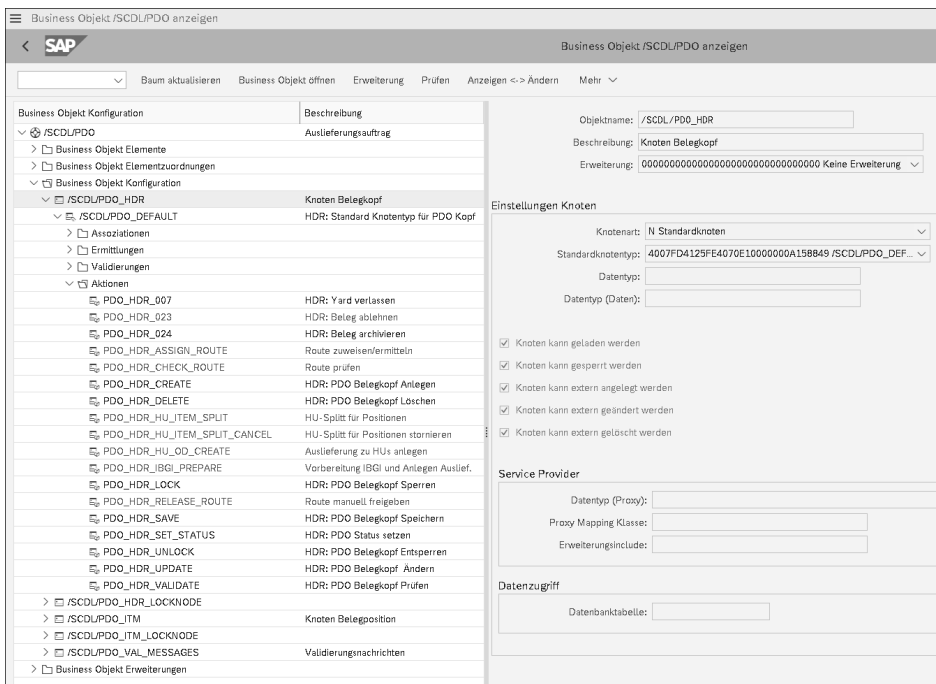

Abbildung 2.2 BOPF-Konfigurationsoberfläche zu Objekt /SCDL/PDO
BOPF kontrolliert die Geschäftslogik der Anwendung und sorgt für die Bereitstellung, Pufferung und Speicherung von Daten. Somit sind Geschäftslogik und Datenverwaltung strikt voneinander getrennt, ebenso wie die Änderung und Kontrolle der verwalteten Daten. Aus Sicht der Softwarekomponente der Applikationsplattform (AP) ist das heutige BOPF, wie es in verschiedenen SAP-Produkten verwendet wird (z. B. SAP Transportation Management (SAP TM)), nicht mehr mit dem in EWM verwendeten BOPF kompatibel; die Grundlagen sind jedoch in der EWM-Lieferabwicklung noch erkennbar. Über die Transaktion /BOPF/CONF_UI erhalten Sie ein Einblick in die klar strukturierte Modellierung der verschiedenen Belegtypen der EWM-Lieferabwicklung (siehe Abbildung 2.2).